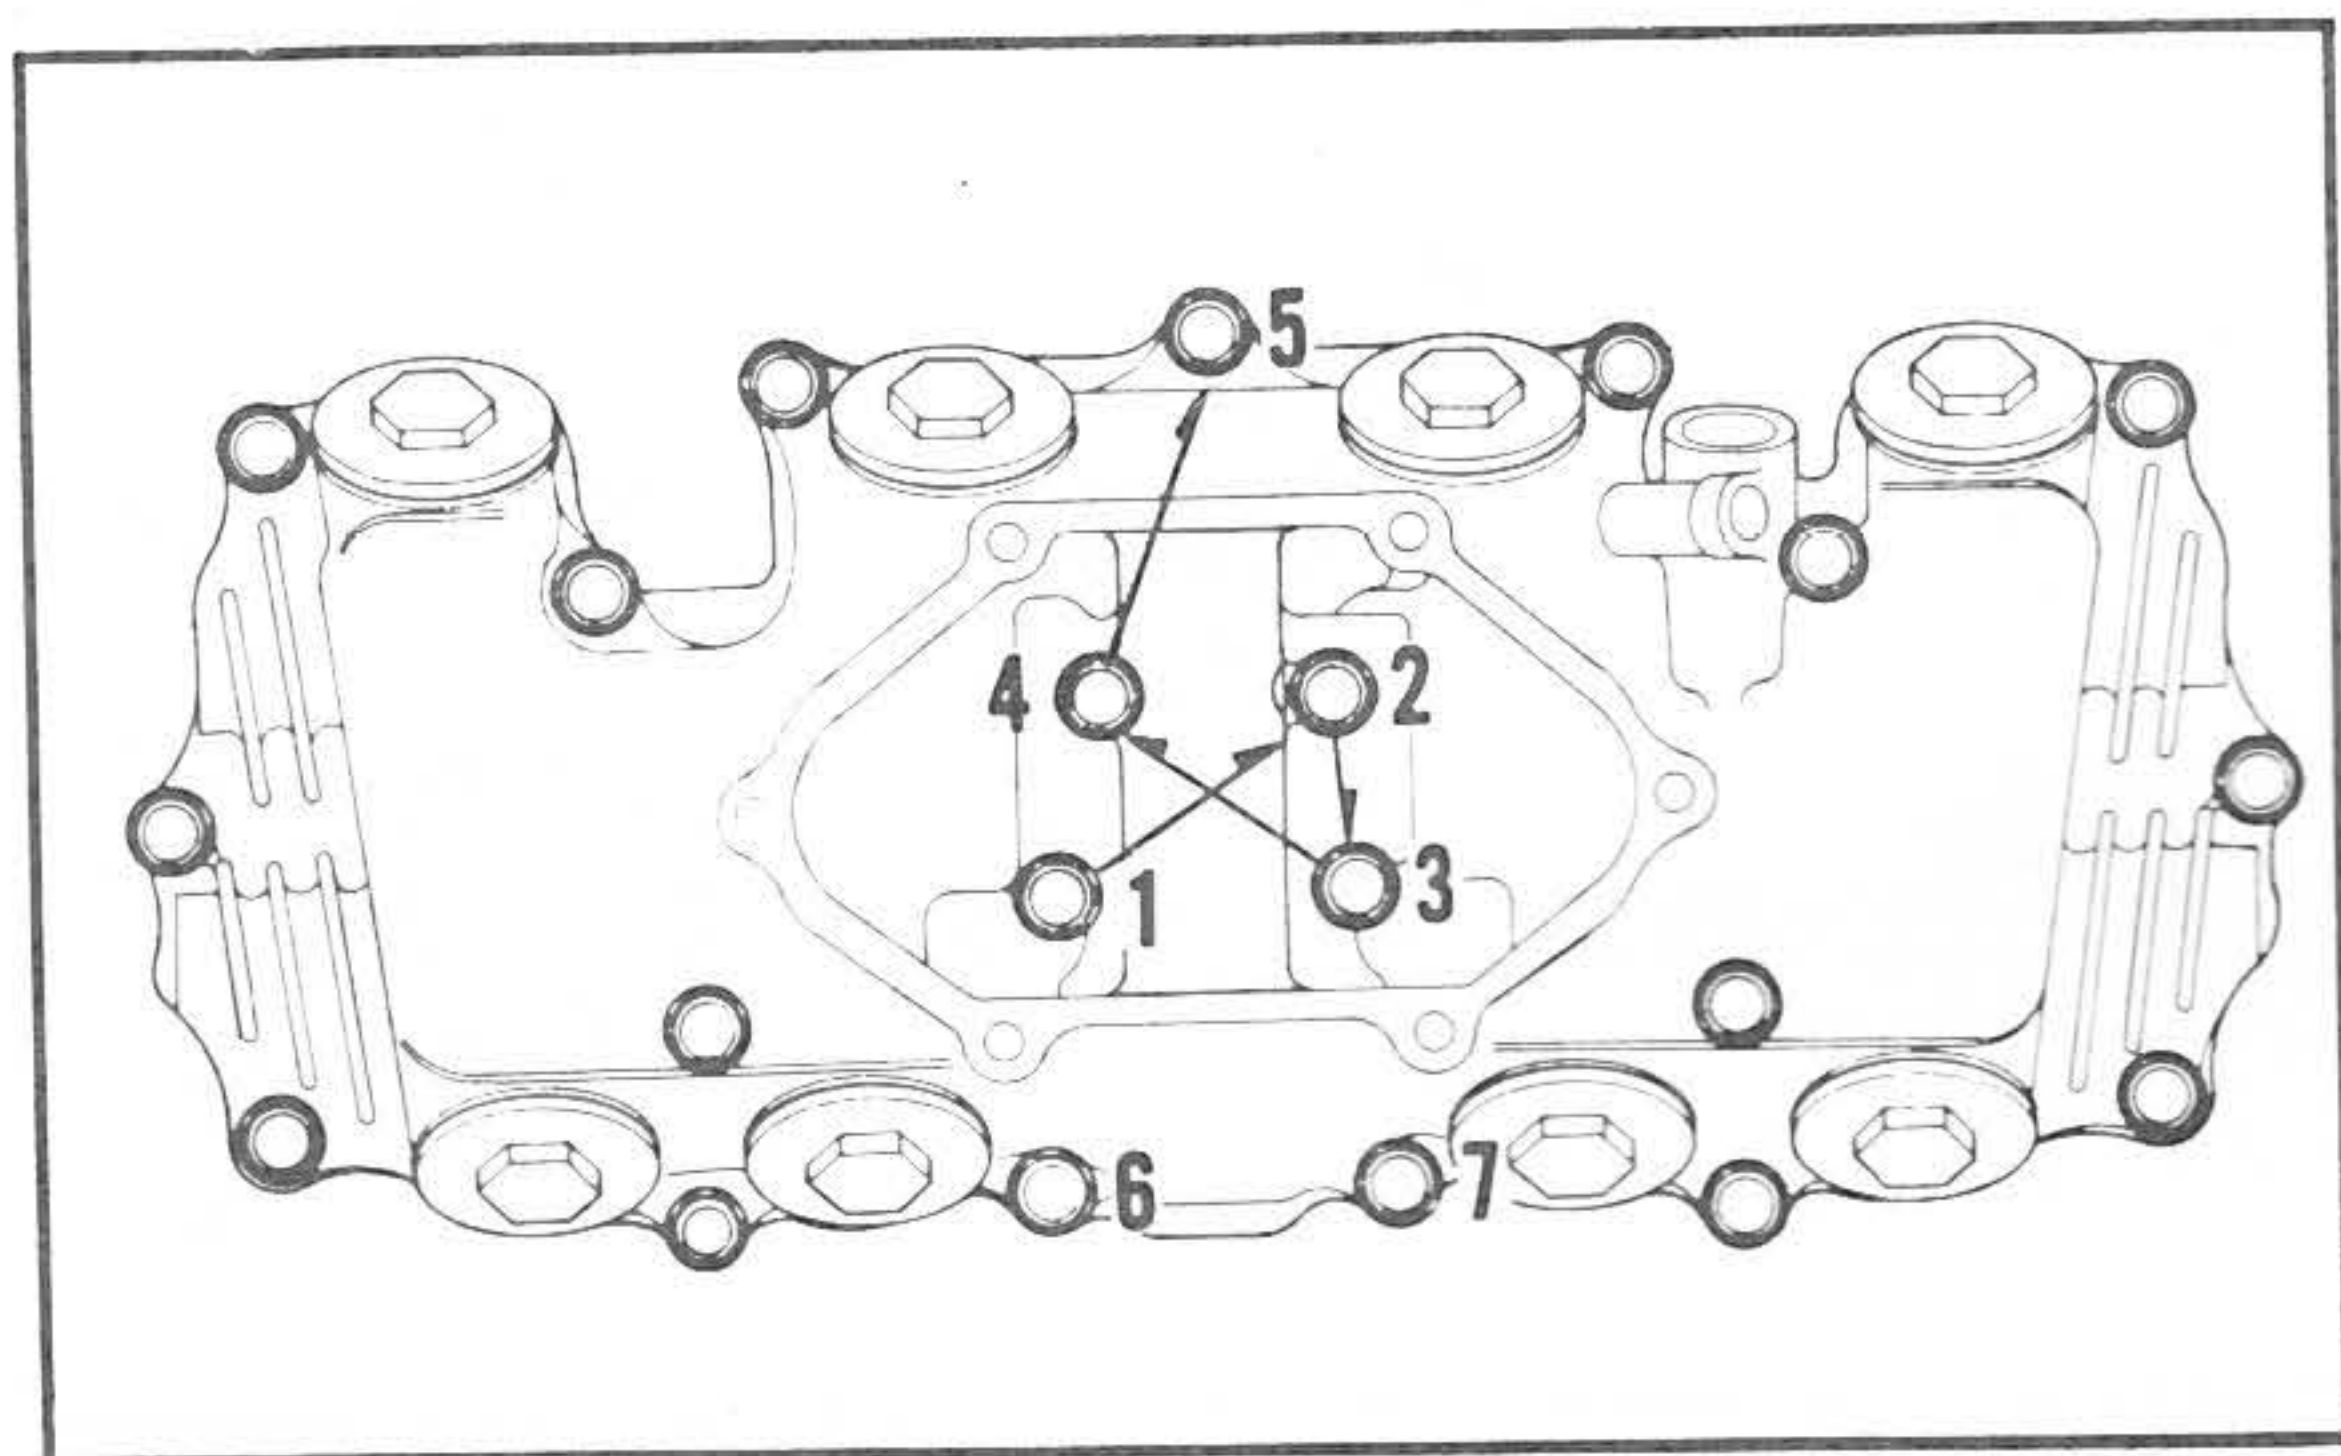

図 23 シリンダーヘッドカバー締付け順序
- b. シリンダーヘッドカバーは図23に示す順序で徐々に締付ける。